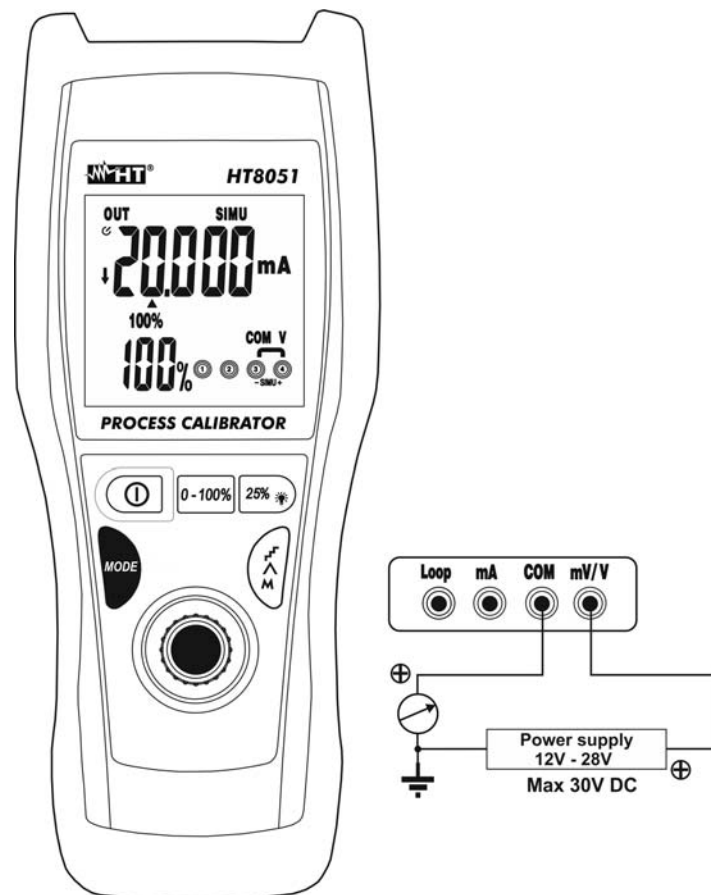

Abb. 8: Simulation eines Wandlers
5. Stellen Sie die grün Messleitung und die schwarze Messleitung in die Punkte mit positivem Potenzial der externen Quelle und positivem Potenzial des externen Messgerätes (z.B.: Multimeter – siehe Abb. 8)
6. Zur Erzeugung des negativen Stromwerts drehen Sie die Messleitungen in die umgekehrte Richtung in Bezug auf die Verbindung in Abb. 8